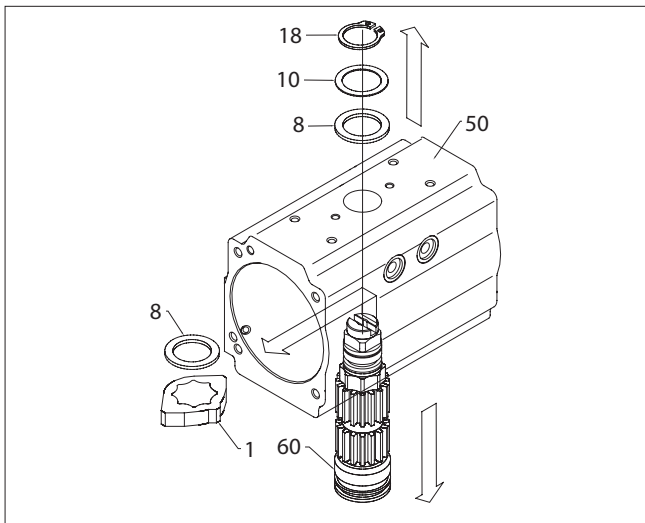

Abb. 7.
5. Auseinanderbau von Antriebsschaft (60) und Lager (6, 7), (Abb. 7):
- A. Nehmen Sie den Federclip (18) vorsichtig mit einer Sprenglingzange ab. Entfernen Sie das externe Drucklager (8) und die Druckscheibe (10).
- B. Drücken Sie den Antriebsschaft (60) von oben nach unten, bis er teilweise unten aus dem Gehäuse (50) ragt und die Anschlagnocke (1) und das innere Drucklager (8) entfernt werden können. Nehmen Sie die Anschlagnocke (1) und das innere Drucklager (8) heraus. Drücken